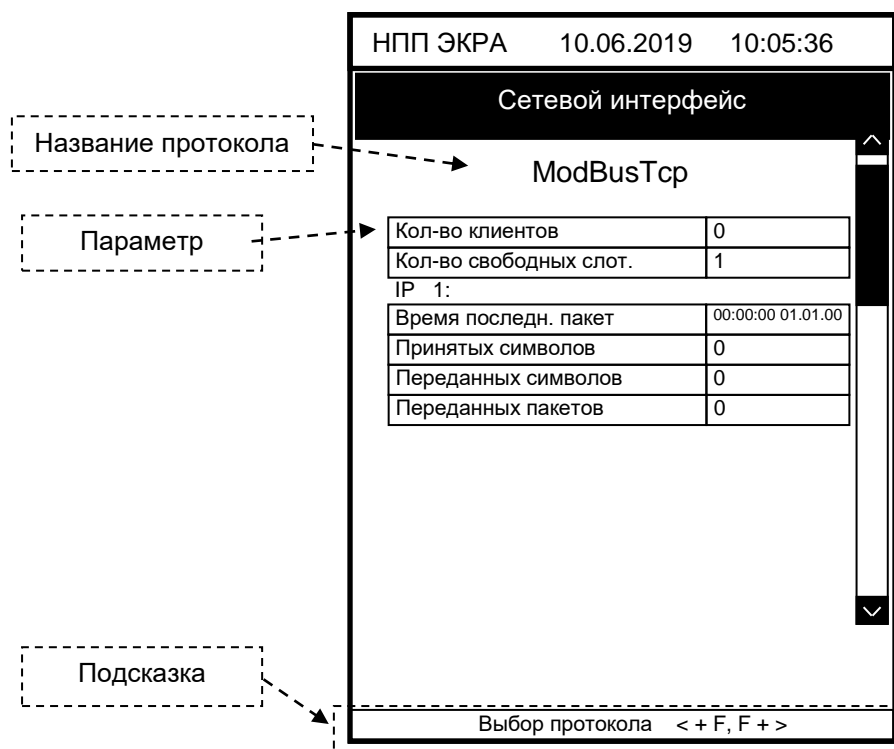

Рисунок 17 – Содержимое меню **Сетевой интерфейс**
2.6.4.2.1 Меню **Сетевой интерфейс** отображает количественные параметры выбранного протокола связи (см. рисунок 17). Выбор протокола связи: кнопки «◀» и «▶».